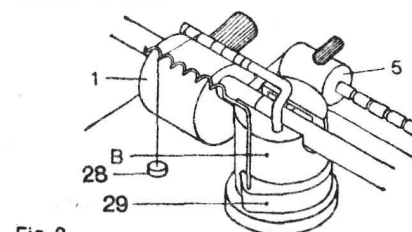

Fig. 2
La tableau 2 (1^{re} colonne) indique que pour une force d'appui de 1,5 g et un rayon de pointe de 18 µm (.0007") il y a lieu (quatrième colonne) d'accrocher le petit poids de 1 g à l'encoche 6 de la tige coudée (3). Le fil de nylon, auquel le poids est accroché, devra chevaucher une des spires de la tige hélicoïdale du support (23) et pouvoir manœuvrer librement lors du déplacement latéral du bras (fig. 2).